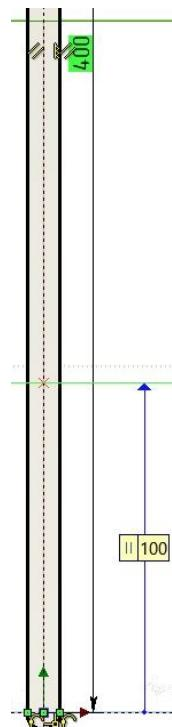

Рис. 1.4 –
1.5.3 Разместите 3D узел на пересечении созданной прямой с вертикальной осью (осью симметрии стержня), как показано на рис.1.4.